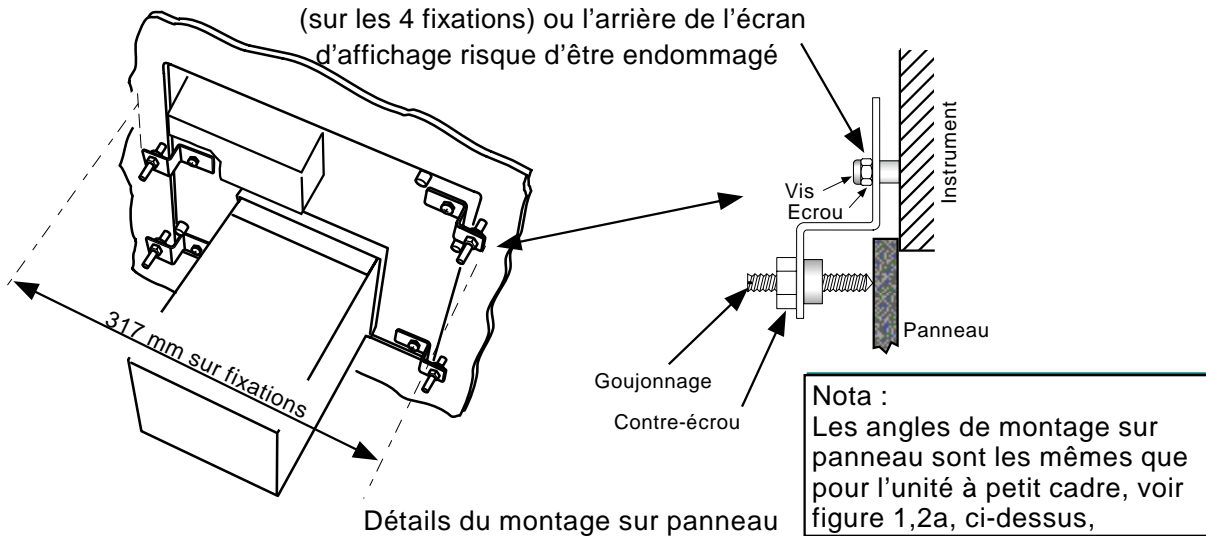

Figure 1.2c Installation mécanique unité à grand écran (pré mi-juin 2002)
2. Dans le panneau, faites une découpe de 281 x 281 mm. Si plusieurs Visual Supervisors doivent être montés sur un même panneau, il faut respecter les distances minimales indiquées dans la figure 1.2c.
3. Serrez légèrement les quatre dispositifs de serrage sur leurs ergots de montage, en vous assurant qu'un écrou est monté entre chaque tête de vis et son dispositif de serrage (figure 1.2c). Assurez-vous qu'aucun dispositif de serrage ne dépasse du boîtier de l'appareil. Insérez les goujons (avec les contre-écrous) dans les dispositifs de serrage (si ce n'est pas déjà fait).
5. Faites pivoter les dispositifs de serrage pour obtenir (approximativement) les positions indiquées dans la figure 1.2c, et serrez à fond les vis de fixation du dispositif de serrage.